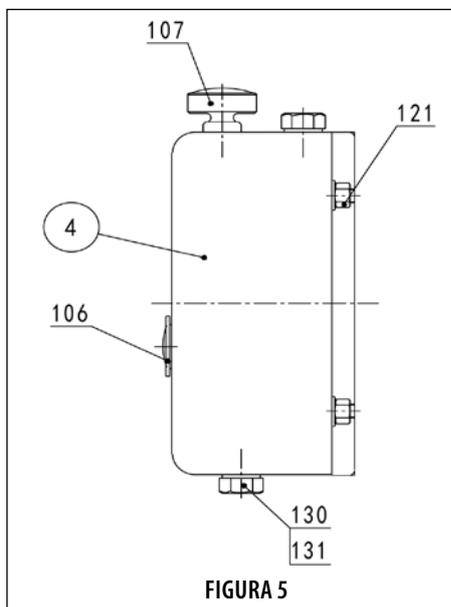

FIGURA 5
Consulte a Figura 5. Remova o bujão roscado de drenagem (130) e a gaxeta (131), abra o filtro de ar (107) e drene o óleo lubrificante da caixa de engrenagens (04).